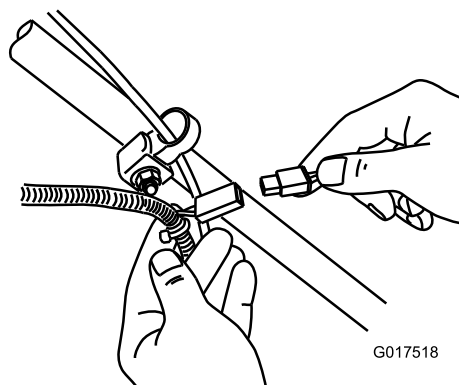

Bild 34
1. Schließen Sie das Ladegerät an den Kabelbaum an, der sich unter dem Zündschloss befindet (Bild 34).